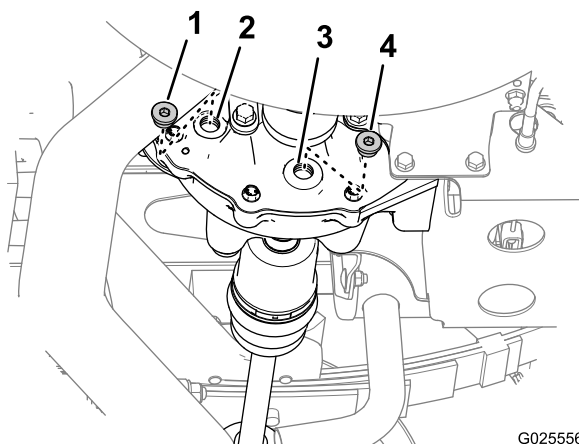

図 73
1. ドレンプラグの下にオイルを受ける容器をおく 図 73。
2. デファレンシャルの補給ポートから補給プラグを、ドレンポートからドレンプラグを、外す 図 73。
4. ドレンポートにドレンプラグを元通りに取り付け 図 73、プラグを $14.19\text{N}\cdot\text{m}$ $13.619.0\text{kg}\cdot\text{m} = 10.14\text{ft}\cdot\text{lb}$ にトルク締めする。
5. ディファレンシャルの補給ポートから所定のオイルを 550ml 入れる 図 73。
6. 補給ポートに補給プラグを元通りに取り付け 図 73、プラグを $14.19\text{N}\cdot\text{m}$ $13.619.0\text{kg}\cdot\text{m} = 10.14\text{ft}\cdot\text{lb}$ にトルク締めする。